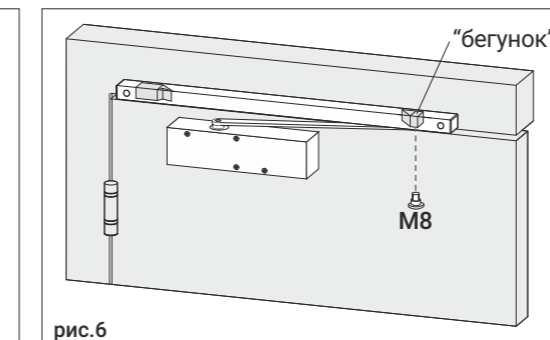

рис.6
4. Надавив на скользящую тягу, соедините ее с "бегунком" в штанге винтом M8, рис.6. Таким образом обеспечивается преднатяг при установке.